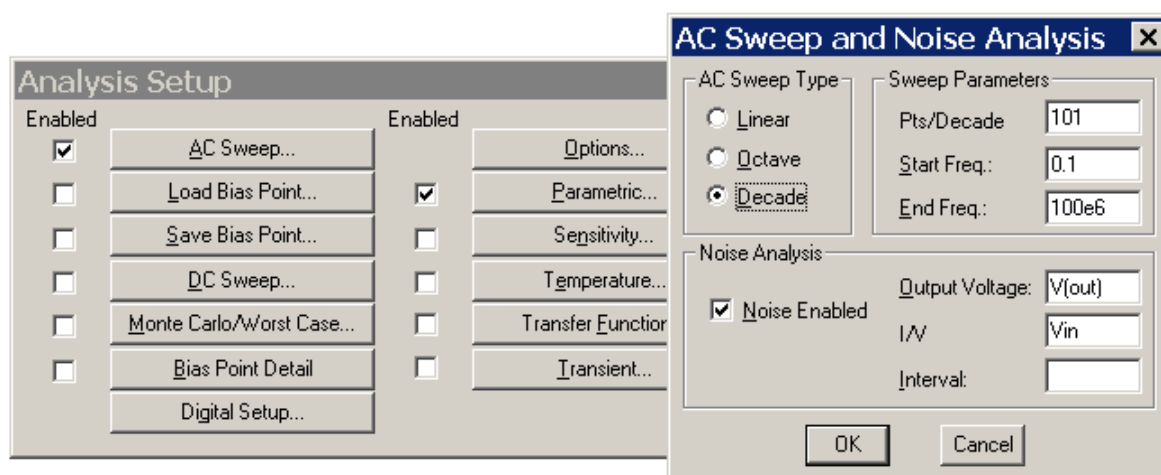

Рисунок 6.2 – Настройка анализа
**6.5.2** В окне настройки моделирования выбрать тип анализа **AC Sweep** (рис. 6.2).